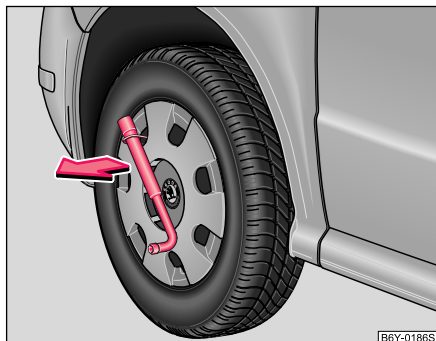

Fig. 142 Desmontar el tapacubo
- Empuje la llave de rueda a través del estribo, apoye la llave de rueda en el neumático y retire el tapacubo ⇒ fig. 142.